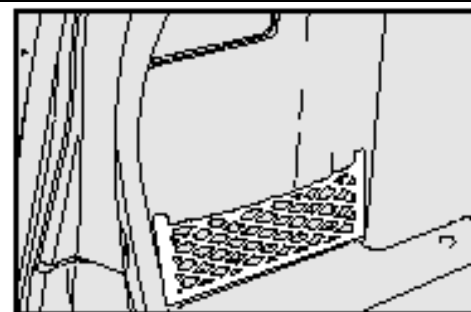

рис.12
- **рис. 12** - модификация без боковой дверцы.